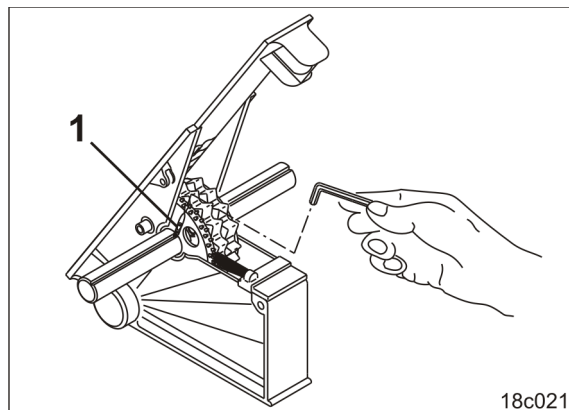

Рис. 126
5. Резьбовые штифты (Рис. 126/1) новых высевающих катушек для техколей ослабьте настолько, чтобы они могли свободно вращаться на высевном валу.